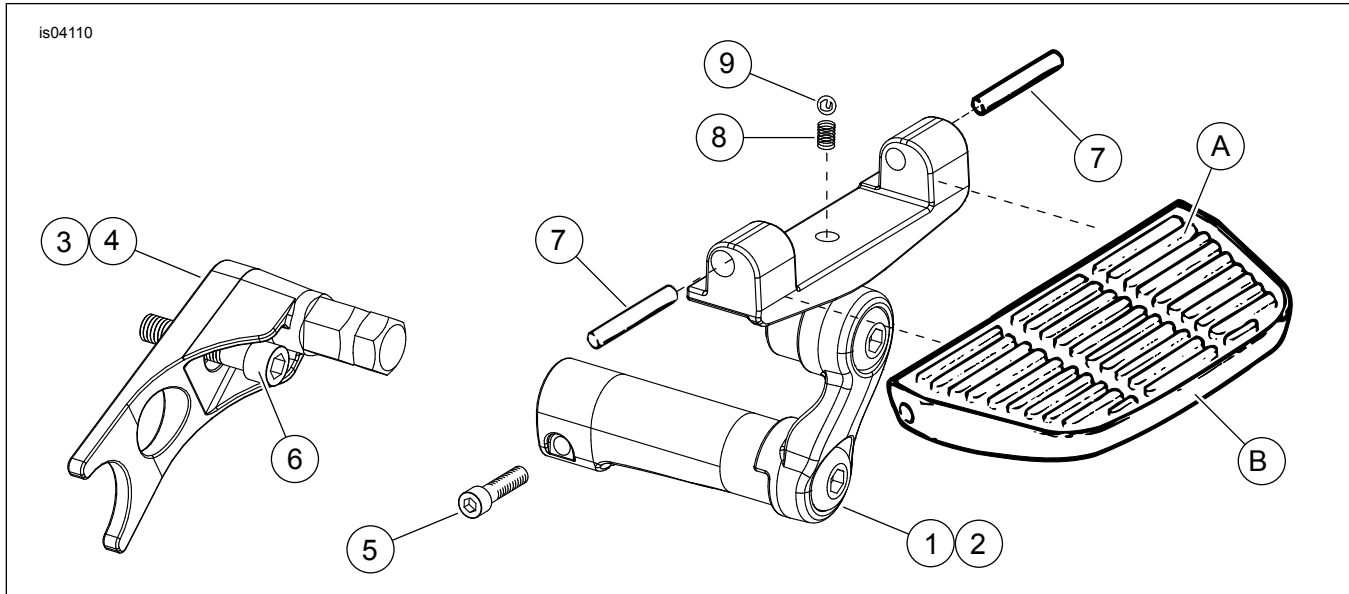

Figura 1. Piezas de servicio: Kit de soporte de la placa apoyapiés del pasajero ajustable Softail
Vea la Figura 1 y la Tabla 1.
1. Vea la Figura 1. Instale los soportes de la placa apoyapiés (3) y (4) de la siguiente manera:
- a. Coloque el soporte de la placa apoyapiés e inserte el tornillo (6) a través de la pieza y dentro del agujero de montaje del taco apoyapiés en la estructura.
- c. Apriete el tornillo (6) a 61-81,3 N·m (45-60 lb-pie).